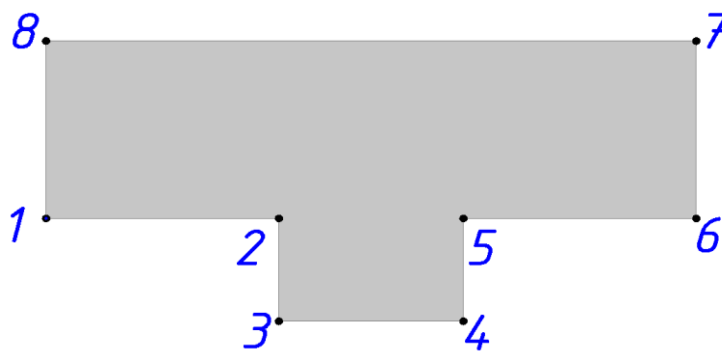

Рис. 26.4. Контур перерізу плити
- Встановіть локальну систему координат у точку **3** через команду контекстного меню **ЛСК у точку** (рис. 26.4).
- Встановіть локальну систему координат у точку **1** через команду контекстного меню **ЛСК в точку** (див. рис. 26.4).
- Виконайте побудову профільованого листа, проводячи лінію від початкової точки № 1 до точки № 2 (див. рис. 26.4), потім послідовно вкажіть точки №3, 4, 5, 6 (при побудові в режимі "ланцюжок" кінцева точка попереднього сегменту використовується в якості початкової точки наступного).
- Встановіть переріз несиметричного двотавра, між точками 3 і 4 (див. рис. 26.4).